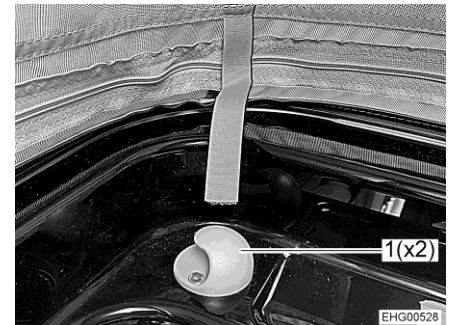

Fig. 42 Supporto
- Agganciare la rete protettiva ai due supporti (Fig. 42,1).